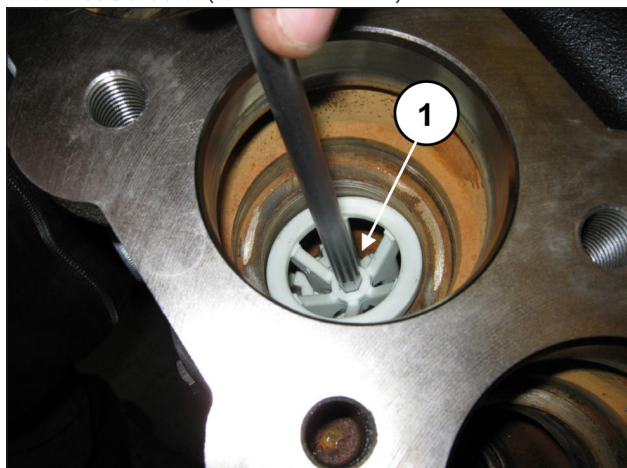

图 102
取出阀导承定距块· 可将一个8毫米内六角扳手插入阀座作杠杆· 以方便拆卸 (位置① · 图 102) 。